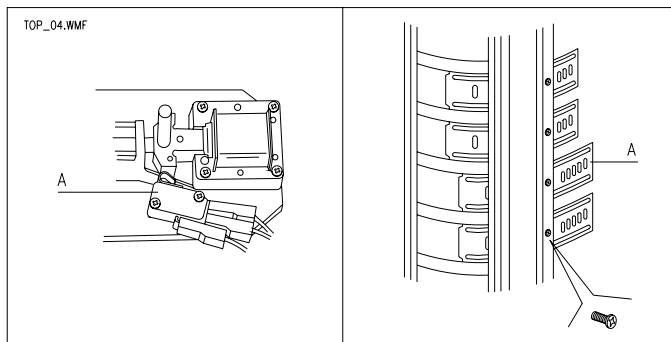

FIG. 5
10. Placer, sur la base des espaces créés, les plaques coulissantes comme décrit précédemment dans le paragraphe "COMPARTIMENTS PLATEAUX DE SELECTION" et schématisé en FIG. 5 Réf. A.